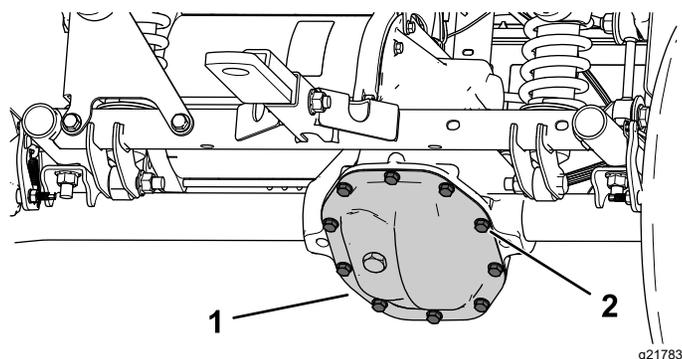

Рисунок 51
1. Поместите сливной поддон под крышку коробки передач (Рисунок 51).
2. Отверните болты с крышки коробки передач и полностью слейте рабочую жидкость (Рисунок 51).